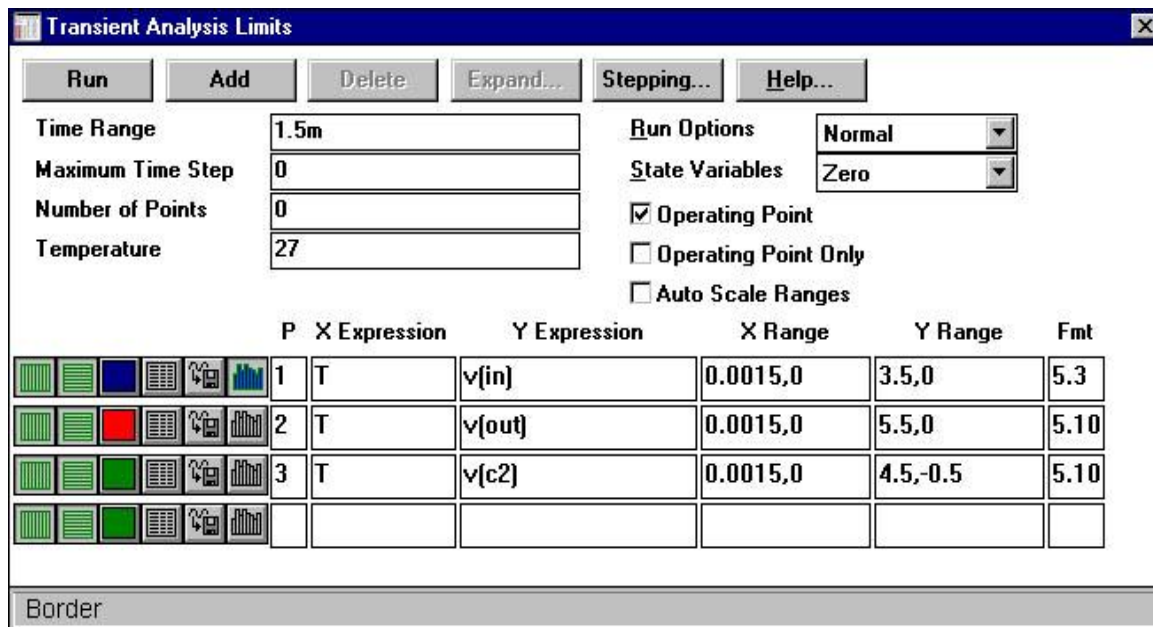

Рис.1.
Пример окна **Transient Analysis Limits** для версии 5 системы MicroCAP приведен на рис.1. В последующих версиях 6 и 7 системы это окно осталось практически без изменений.
Рассмотрим основные правила задания параметров моделирования в окне *Transient Analysis Limits* (рис.1).
Производится в полях *Time Range*, *Maximum Time Step*, *Number of Points* и *Temperature* в верхней левой части окна на рис.1. Рассмотрим их назначение.
Time Range – задает конечное T_{max} и начальное T_{min} времена расчета переходных процессов, где $T_{max} \geq T_{min}$. Значения вводятся через запятую в виде T_{max}, T_{min} , причем *сначала задается значение T_{max}* . Если значение T_{min} не указывать (как на рис.1), то оно полагается равным 0.
В последующих версиях системы напротив надписи **Temperature** (рис.1) имеется диалоговое окно, в котором можно выбрать одну из опций – **Linear** или **List**. Если выбрана опция **Linear**, то задание температур производится, как описано выше. Если же выбрана опция **List**, то задается последовательность температур, перечисляемых через запятую.
Задание моделируемых переходных процессов производится в *таблице вывода* нижней части окна *Transient Analysis Limits* (рис.1). Рассмотрим назначение полей этой таблицы.
При работе с таблицей вывода можно использовать кнопки команд, расположенные в верхнем ряду окна *Transient Analysis Limits* (рис.1).
Выполняется с помощью кнопок (пиктограмм), расположенных слева от таблицы вывода (рис.1). Кнопки включаются или переключаются щелчком мыши. Каждая строка кнопок определяет форму представления графиков, заданных в той же строке таблицы вывода.
1) Кнопка  или  (**X Log/Linear Scale**) - задание логарифмической (кнопка имеет вид ) или линейной (кнопка имеет вид , как на рис.1) шкалы графика по оси X. Изменение вида кнопки производится щелчком мыши по ее изображению. При выборе логарифмической шкалы значения переменной X должны быть строго положительными.
2) Кнопка  или  (**Y Log/Linear Scale**) - задание логарифмической (кнопка имеет вид ) или линейной (кнопка имеет вид , как на рис.1) шкалы графика по оси Y. Изменение вида кнопки производится щелчком мыши по ее изображению. При выборе логарифмической шкалы значения переменной Y должны быть положительными.
Опции *Run Options*, *State Variables*, *Operation Point*, *Operation Point Only* и *Auto Scale Ranges* в окне *Transient Analysis Limits* (рис.1) управляют выполнением моделирования. Рассмотрим назначение этих опций.
Как отмечалось в п.1.5, опция *State Variables* определяет порядок *автоматической установки* начальных значений переменных состояний при расчете переходных процессов. Кроме того, в системе MicroCAP имеется возможность ввода и установки *произвольных начальных условий* с помощью редактора переменных состояний *State Variables Editor*. Установленные с помощью редактора начальные условия принимаются во внимание, если выбрано значение *Leave* опции *State Variables* в окне *Transient Analysis Limits* (рис.1).